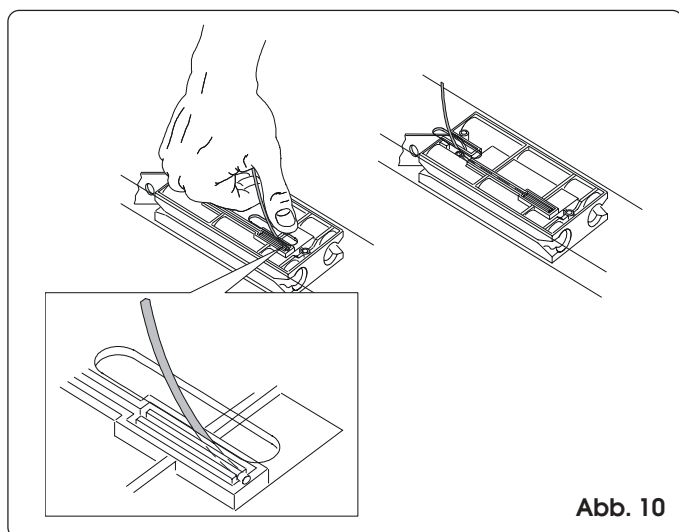

Abb. 10
- 2) Führen Sie das Kabelende in die rot gefärbte Aufnahme ein (Abb. 10).